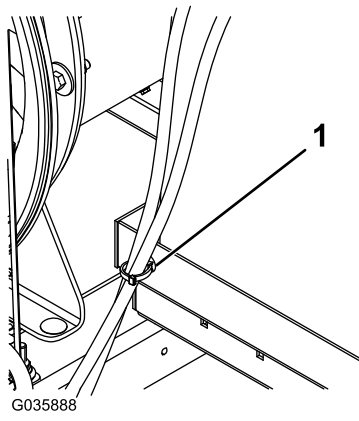

图 10
11. 将线束夹卡到油箱托盘的侧面并将 2 个油箱软管固定到线束夹上图 10。